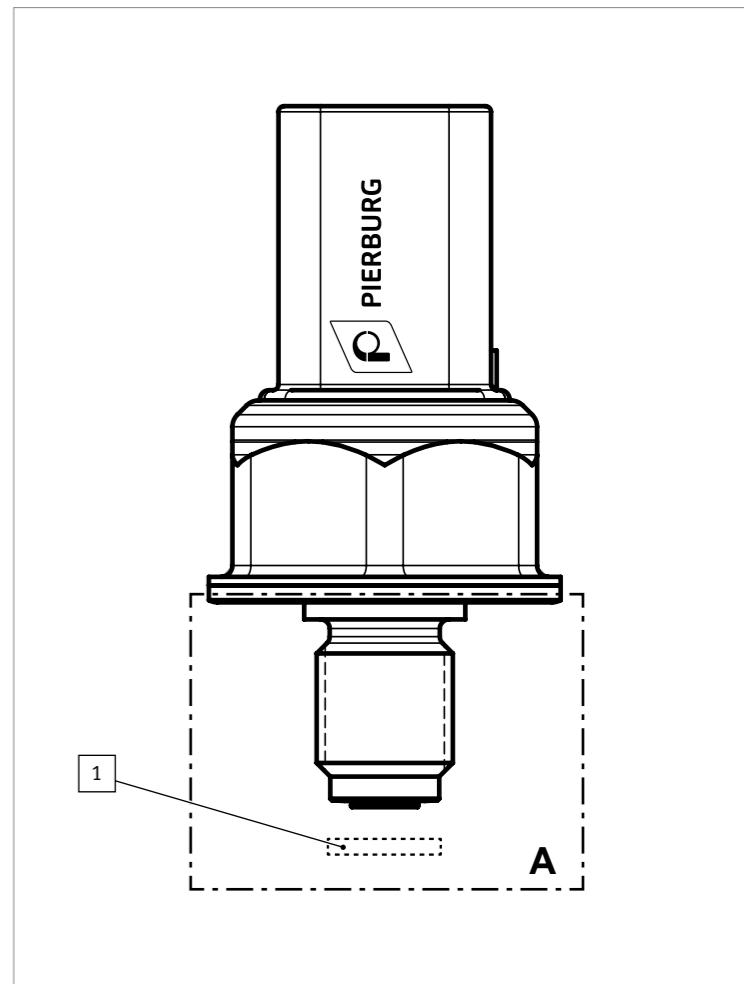

Abb. 2/ Fig. 2/ Рис. 2/ 图2
- 区域 A (图 2) 和安装位置周围必须无污物、碎屑或润滑剂。